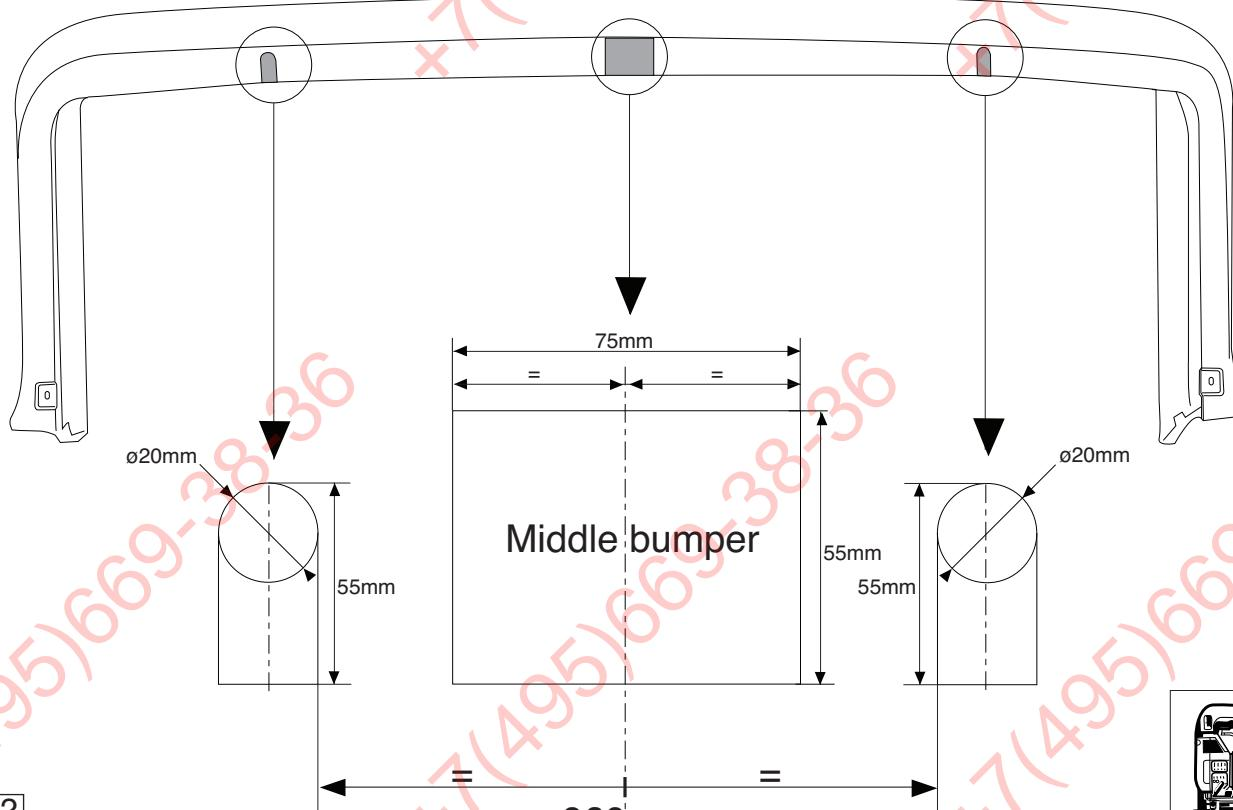

Fig.2
- Saw out the portions as indicated in fig. 2 or 2a.
6. Serrez tous les boulons et écrous conformément à la figure 2 ou 2A.
7. Sciez les parties indiquées conformément à la figure 2 ou 2A.
- Såga ut delarna enligt fig. 2 eller 2a.